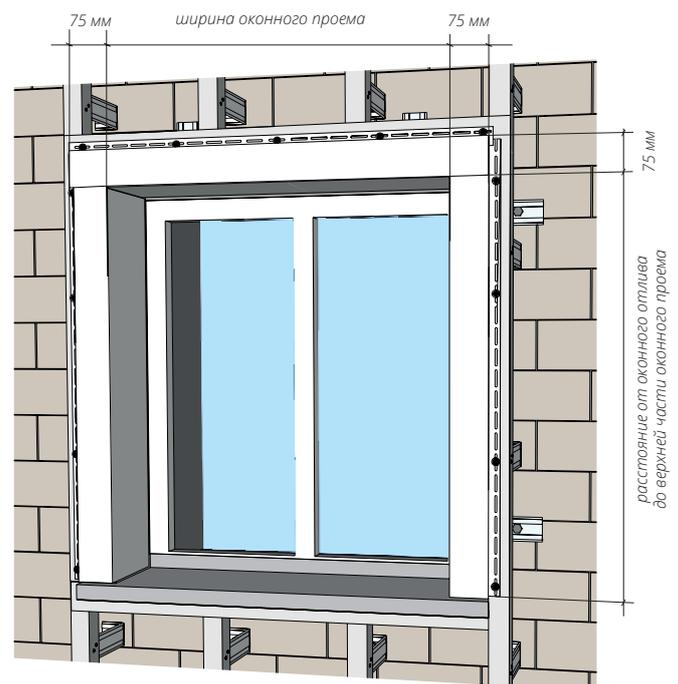

Рисунок 47
- 15.3** Первой монтируется верхняя околооконная планка. Ее размер равен ширине оконного проема + 150 мм (рис. 47) (150 мм – это перехлест околооконных планок с левой и правой стороны). Далее монтируется левая и правая околооконная планка. Ее размер равен расстоянию от оконного отлива до верхней части оконного проема + 75 мм (рис. 47). Если вы опасаетесь ошибиться в размере околооконной планки, ее можно отрезать немного большего размера, после всех подрезов, загибов, подгона размеров лишнее отрезать.